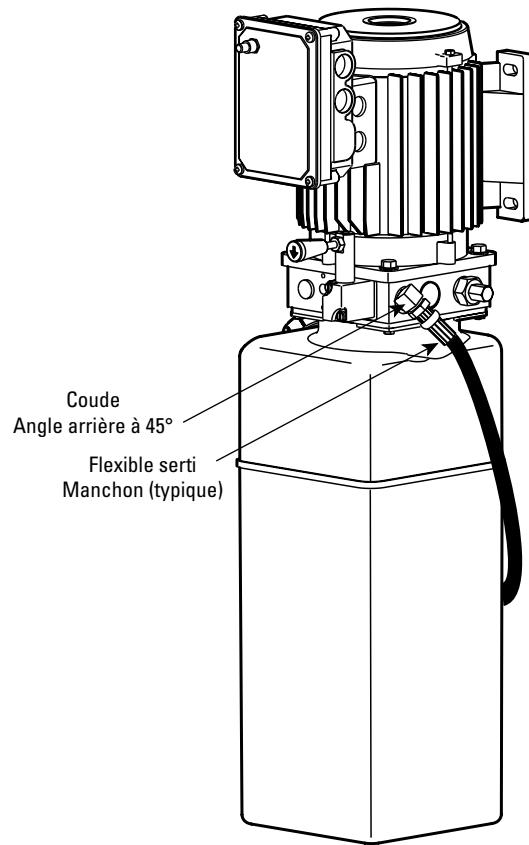
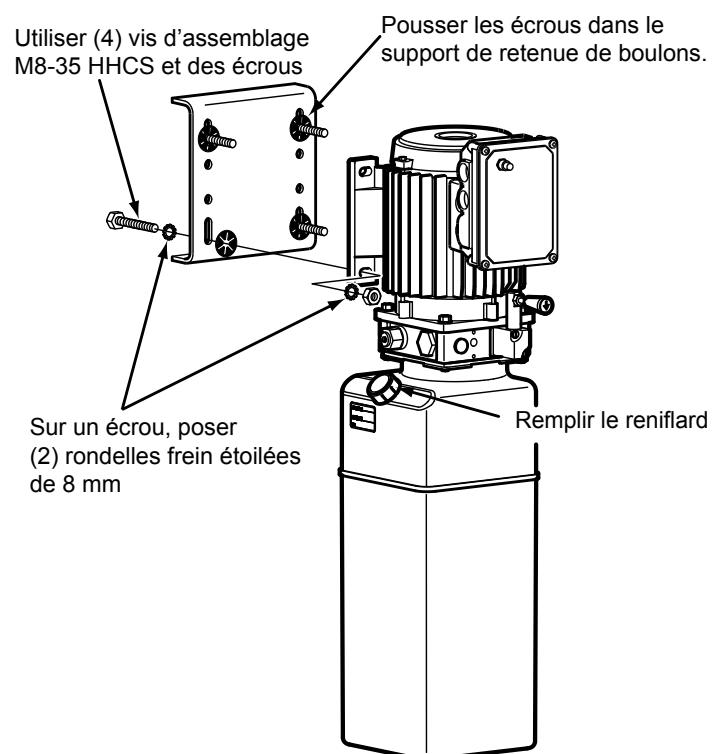
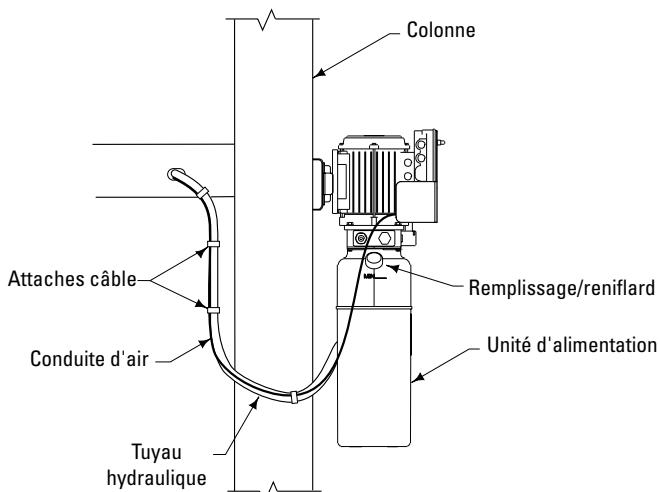

Fig. 17
Fig. 18
Fig. 19
- A. Poser (4) écrous hexagonaux M8-35 dans les trous du support de la colonne en utilisant des écrous capuchon pour les tenir en place.
- B. Installer l'unité d'alimentation avec le moteur vers le haut, Fig. 18 du support de la colonne et installer les rondelles de blocage ainsi que les écrous. Passer le tuyau hydraulique à partir du chemin de roulement en passant par la fente du chemin de roulement au port de sortie de l'unité d'alimentation, Fig. 19. NE PAS utiliser du ruban de téflon sur les raccords de tuyaux hydrauliques.
- C. Installer et serrer à la main le coude à la pompe jusqu'à ce que le joint torique soit en place et que le coude soit orienté vers le bas à environ 45°, Fig. 17. Serrer le contre-écrou au couple de 35-40 pi.lb (47-54 Nm). Poser l'étiquette ci-jointe sur l'unité d'alimentation, Fig. 18.
**12. Remplissage de fluide hydraulique :** La capacité du système est de seize (16) litres (quatorze (14) pintes). Utiliser du Dexron III ATF. Enlever remplissage/reniflard, Fig. 19. Verser quinze (15) litres (treize (13) pintes) de fluide. Remplacer remplissage/reniflard. Démarrer le moteur et lever le pont élévateur à pleine hauteur. Abaisser sur les loquets de verrouillage.
Remarque : Si remplissage/reniflard, Fig. 19, est perdu ou brisé, en commander une autre de remplacement.
Pour un essai de pression, faire monter le pont élévateur complètement et faire tourner le moteur pour environ 5 secondes. Arrêter et vérifier tous les raccords et les raccords de flexibles. Serrer ou sceller de nouveau au besoin. Abaisser le pont élévateur. Si remplissage/reniflard, Fig. 19, est perdu ou brisé, en commander une autre de remplacement.